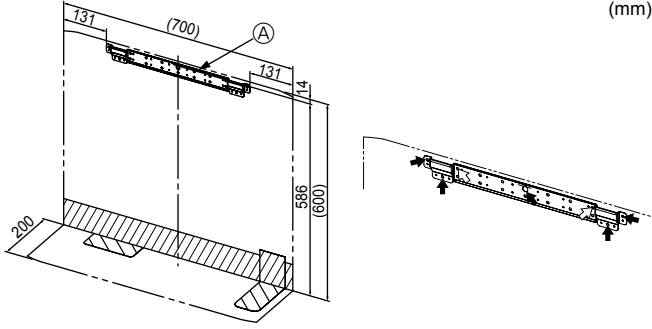

Fig. 3-1
- Braketi duvara sağlam bir şekilde monte edin (çivi, vb ile). (Fig. 3-1)
- (A) İç ünite montaj braketini